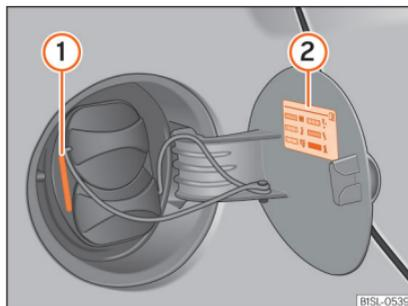
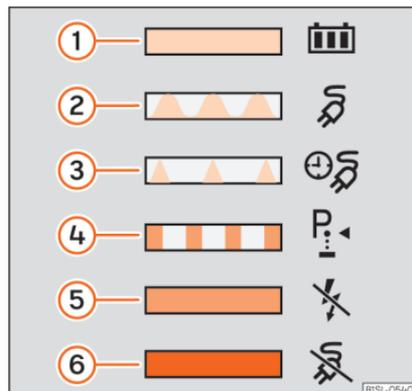

Abb. 156 Hinter der Batterieladepole: Ladevorgangsanzeige (1) und Informationen auf dem Aufkleber (2).
Abb. 157 Auf der Innenseite der Batterieladepole: Aufkleber mit Informationen zur Ladevorgangsanzeige.
Bei der Ladevorgangsanzeige handelt es sich um eine Leuchtdiode (LED) direkt an der Ladepole **»» Abb. 156 (1)**, die den aktuellen Ladestatus anzeigt. Die verschiedenen Anzeigen sind auf einem Aufkleber erklärt **»» Abb. 157.**
Legende des Aufklebers mit Informationen zur Ladevorgangsanzeige **»» Abb. 157:**